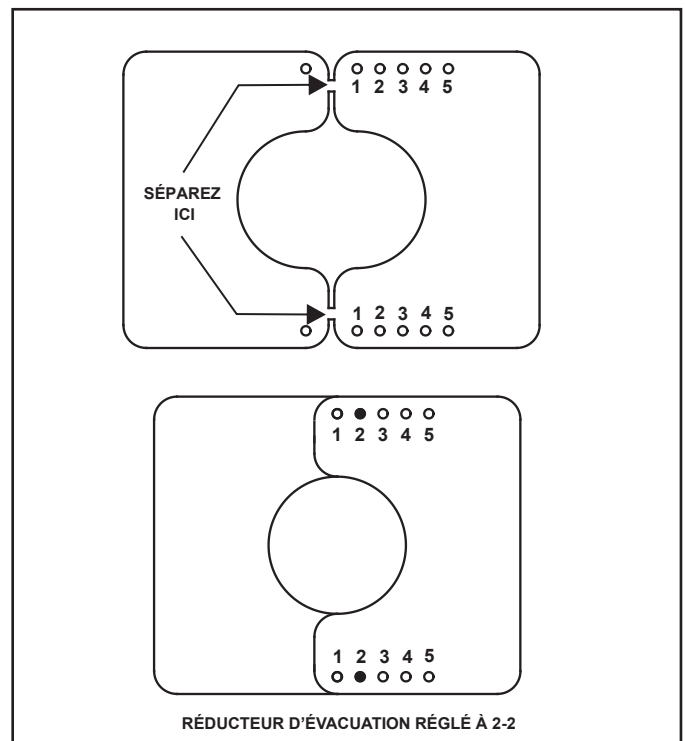

Figure 4.14 Installation d'un réducteur d'évacuation
2. Séparez le réducteur d'évacuation en deux morceaux. Vous pouvez y arriver en pliant la pièce d'avant à en arrière, jusqu'à ce qu'elles se séparent. Voir la figure 4.14.
3. Orientez et alignez les deux pièces du réducteur d'évacuation comme il est indiqué à la figure 4.14.